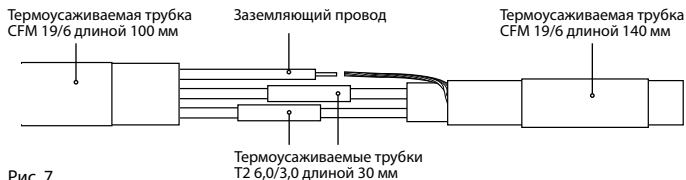

Рис. 7
4.1.7. Надвинуть на места соединения жил термоусаживаемые трубки T2 6,0/3,0 длиной 30 мм и термоусадить их с помощью воздушного термопистолета горячим воздухом (см. рис. 7). Температура усадки 200 °С.